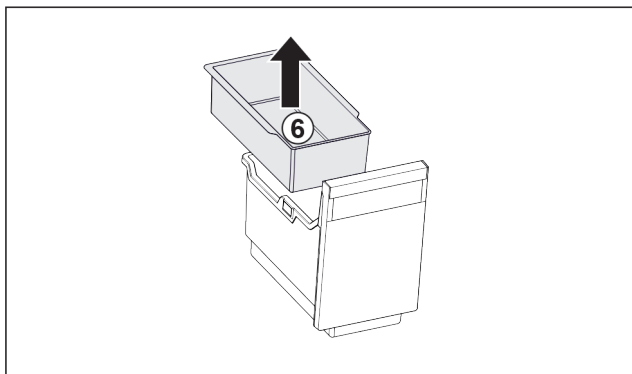

Fig. 19
- ▶ Wyjąć półkę zawieszaną Fig. 19 (6).